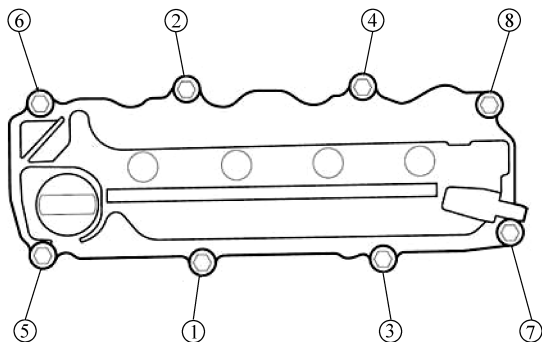

图 7-10 缸盖罩螺栓拧紧顺序
10) 分三步紧固所有的螺栓。在最后一步中，按图 7-10 所示的顺序将所有螺栓紧固至力矩  $9.8\text{N} \cdot \text{m}$ 。
- ① 等待 30min 后再加注机油。
- ② 安装缸盖罩后，至少 3h 内不要运行发动机。